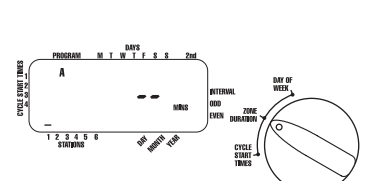

FIGURE 5 : Durée de poste pour le programme A
- Tournez le cadran rotatif sur la position **ZONE DURATION (DURÉE DE ZONE)** du programme A ou B. L'affichage indiquera quel est le programme sélectionné par un A ou un B et le -- curseur clignotant au poste 1 [Voir Figure 5].